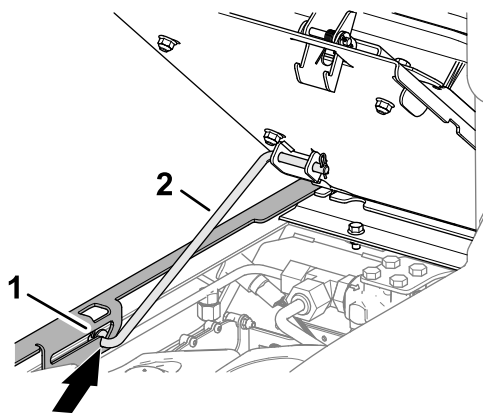

Figure 63
3. Veillez à engager la béquille du siège avant dans le cran de la fente de blocage du support (Figure 63).